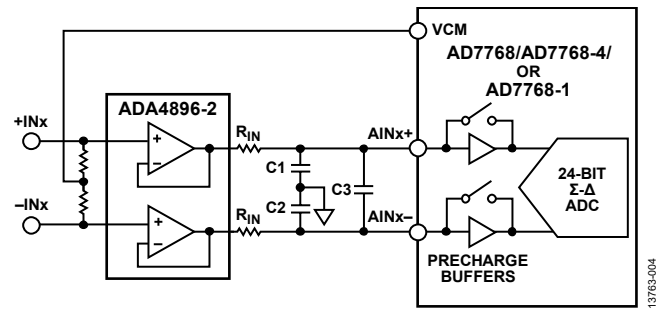

図 6. RC ネットワークの一般的な入力構造
アンプ出力と ADC 入力の間には、抵抗/コンデンサ (RC) ネットワークがあります。図 6 に、ほとんどのアンプ・ペアリングに対し AD7768/AD7768-4 および AD7768-1 で使用される代表的な RC ネットワークを示します。RC ネットワークでは、様々なタスクが実行されます。C1 と C2 は、ADC に対する電荷供給源であり、サンプリング・コンデンサへの高速の充電電流を ADC に供給します。